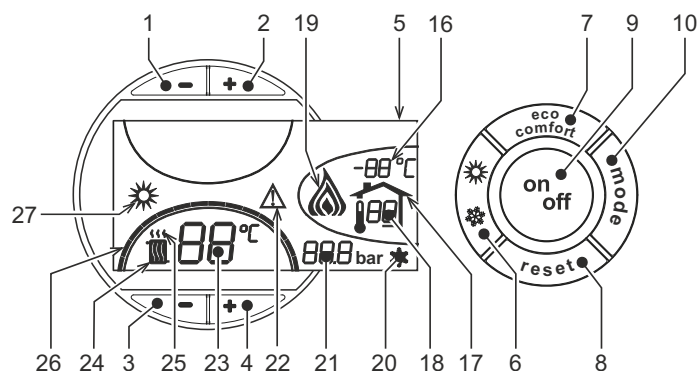
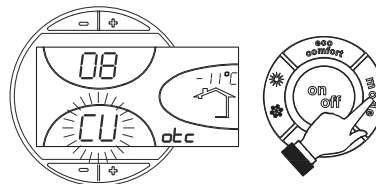
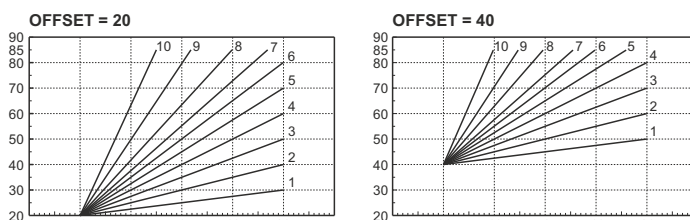

fig. 1 - Panneau de contrôle
fig. 9 - Courbe de compensation
fig. 12 - Exemple de déplacement parallèle des courbes de compensation
Appuyer 1 seconde sur la touche **on/off** (rep. 9 - fig. 1).
Pour rallumer la chaudière, appuyer à nouveau 1 seconde sur la touche **on/off** (rep. 9 - fig. 1).
- Appuyer sur la touche ON/OFF (9 - fig. 1)
Appuyer sur la touche **été/hiver** (rep. 6 - fig. 1) pendant 1 seconde.
L'afficheur montre le symbole Été (rep. 27 - fig. 1) : la chaudière ne fournira que de l'eau chaude sanitaire. Le système hors-gel reste actif.
Pour désactiver le mode Été, appuyer à nouveau sur la touche **été/hiver** (rep. 6 - fig. 1) pendant 1 seconde.
Pour régler la température entre 30° C (minimum) et 80° C (maximum), agir sur les **touches du chauffage** (rep. 3 et 4 - fig. 1).
Pour régler la température entre 10 °C (minimum) et 65 °C (maximum), agir sur les **touches eau chaude sanitaire** +/- (rep. 1 et 2 - fig. 1).
Lorsqu'une sonde extérieure (option) est installée, l'afficheur du tableau des commandes (rep. 5 - fig. 1) montre la température extérieure actuelle mesurée par la sonde. Le système de régulation de la chaudière travaille en mode "température évolutive". Dans ce mode, la température de l'installation chauffage est régulée en fonction des conditions climatiques extérieures de manière à garantir un confort élevé et une économie d'énergie pendant toute l'année. En particulier, lorsque la température extérieure augmente, la température de départ installation diminue selon une courbe donnée "de compensation".
Avec le réglage évolutif, la température programmée à l'aide des touches chauffage +/- (rep. 3 et 4 - fig. 1) devient la température maximum de départ installation. Il est conseillé de régler la valeur maximale pour permettre au système de réguler la température sur toute la plage utile de fonctionnement.
Appuyer une fois sur la touche **mode** (rep. 10 - fig. 1) pour afficher la courbe de compensation actuelle (fig. 9). Il est possible de la modifier à l'aide des **touches eau chaude sanitaire** (rep. 1 et 2 - fig. 1).
Appuyer sur les touches **chauffage** (rep. 3 et 4 - fig. 1) pour passer au déplacement parallèle des courbes (fig. 12), qui peut être modifié à l'aide des **touches eau chaude sanitaire** (rep. 1 et 2 - fig. 1).
Réappuyer sur la touche **mode** (rep. 10 - fig. 1) pour quitter le mode de réglage des courbes parallèles.
Si la chaudière est reliée à la chronocommande à distance (option), les réglages ci-dessus seront gérés comme indiqué dans le tableau tableau 1. De plus, l'afficheur du panneau de commande (rep. 5 - fig. 1) montre la température ambiante actuelle, mesurée par la chronocommande à distance.
Sélection Eco/Confort	En désactivant l'eau chaude sanitaire à partir du menu de la chronocommande à distance, la chaudière se place en mode Economy. Dans cette condition, la touche 7 - fig. 1 sur le panneau de la chaudière est désactivée. En activant l'eau chaude sanitaire à partir du menu de la chronocommande à distance, la chaudière sélectionne le mode Confort. Dans cette condition, il est possible de sélectionner un des deux modes à l'aide de la touche 7 - fig. 1 du panneau de la chaudière.